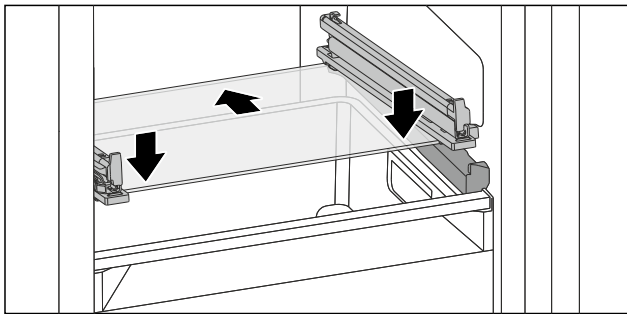

Fig. 134 可倾斜抽屉的玻璃隔板
- ▶ 将玻璃隔板斜放在止动器后面。(参见 Fig. 134)